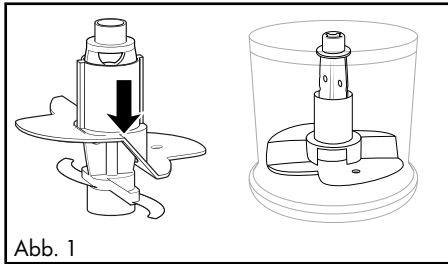

Abb. 1
- Für 100 ml Sahne stecken Sie sie so auf den Messereinsatz **6**, dass die Emulgierscheibe **11** auf beiden Messern **8** aufliegt und einrastet (Abb. 1):